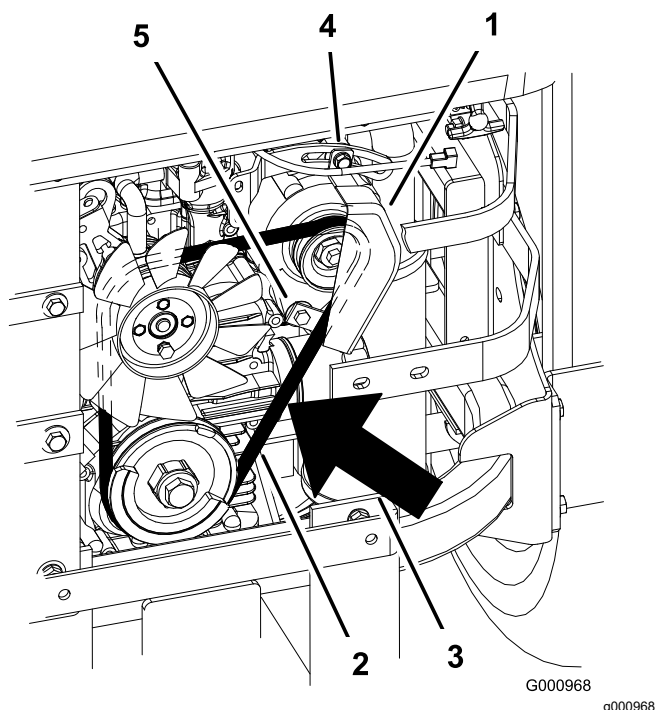

Рисунок 94
2. Отрегулируйте генератор, переместив его наружу так, чтобы при надавливании на ремень посередине между шкивами двигателя и генератора с усилием 10 кг его отклонение было в пределах от 7 до 9 мм (Рисунок 94).
5. Если отклонение ремня правильное, затяните нижний и верхний болты (Рисунок 94).